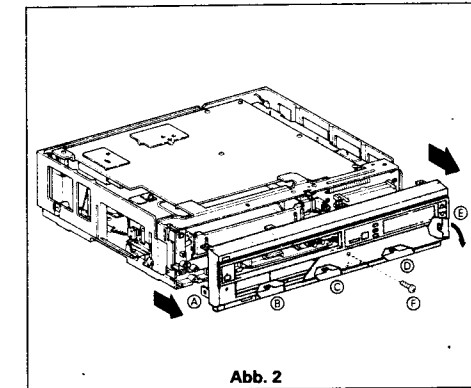

Abb. 2
1. Entfernen Sie die Schraube (F) unter der Timertüre. Siehe Abb. 2.
2. Entfernen Sie die 5 Klammern (A), (B), (C), (D) und (E) wie in Abb. 2 und entfernen Sie die Vorderseite in Pfeilrichtung.